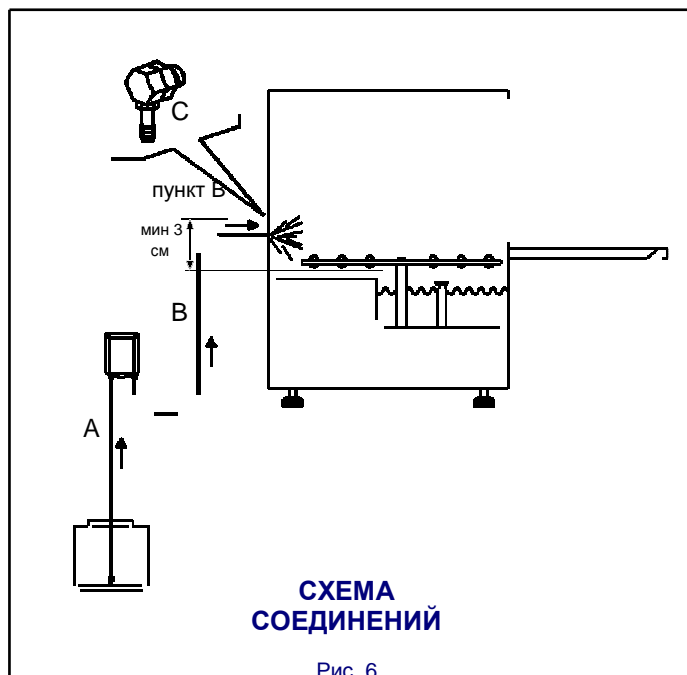

Рис. 6
- В других случаях, на задней стенке камеры (см. рис. 6) следует выполнить отверстие, соответствующее диаметру инжектора. С этой целью следует обратиться в отдел обслуживания клиента. Отверстие следует выполнить выше уровня максимального состояния воды. Важно, чтобы отверстие было выполнено в месте достаточно удаленным от слива, что даст возможность предотвратить немедленное выливание моющего средства. Дозатор следует установить так, чтобы резиновые соединители были обращены вертикально вниз, при этом монтируемый элемент не может находиться над частями, работающими под напряжением. Очистить внутреннюю часть прибора от остатков сверления.
- Всасывающую трубку прикрепить к всасывающему присоединению дозатора (см. рис. 6 пункт А).
- Напорную трубку прикрепить ко второму присоединению дозатора и напорному присоединению (см. рис. 6 пункт А).